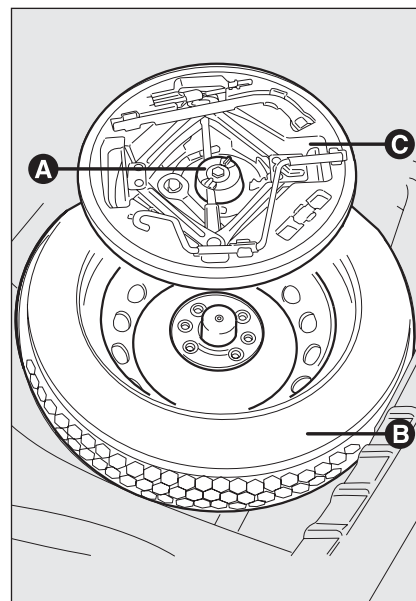

рис. 2
- ☐ Отпустите зажим **A-рис. 2**;
- ☐ Выньте контейнер с инструментом **C-рис. 2** и перенесите его к колесу, требующему замены;
- ☐ Снимите запасное колесо **B-рис. 2**;
- ☐ Поместите частично выдвинутый домкрат в ящик для хранения **С-рис. 2**, слегка вдавив его внутрь во избежание вибрации при движении автомобиля;
- ☐ Поместите контейнер **С-рис. 2** вместе с инструментами в запасное колесо;
- ☐ Затяните крепежное приспособление контейнера с инструментами **А-рис. 2**;